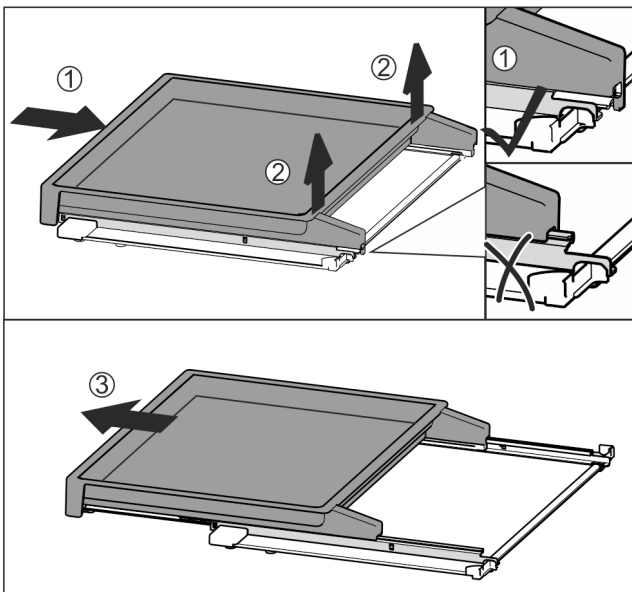

Fig. 36
- ▶ Insérer complètement la bordure télescopique Fig. 36 (1).
- ▶ La désenclencher à l'arrière Fig. 36 (2).
- ▶ Sortir la bordure télescopique par l'avant Fig. 36 (3).